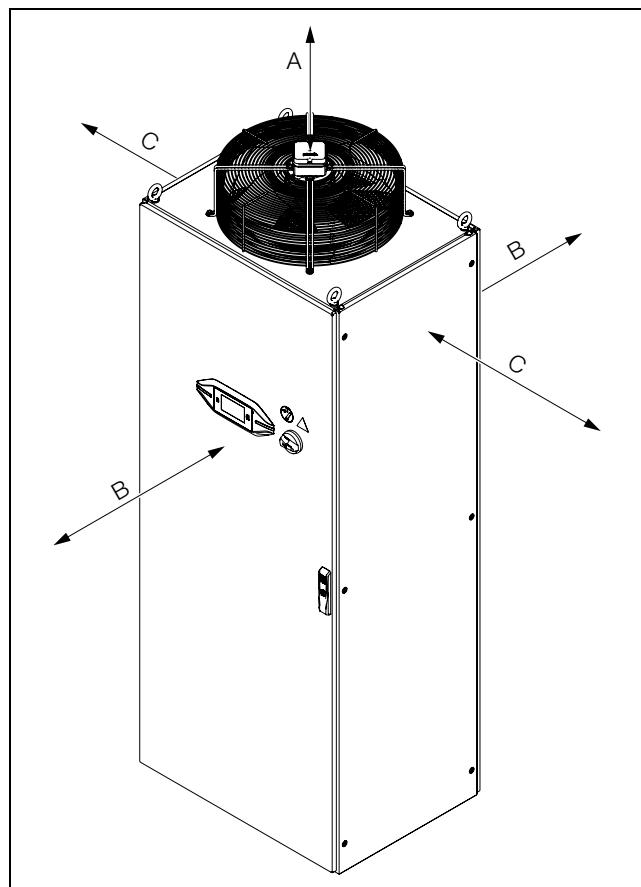

Imagen 7: Distancias mínimas
- La abertura situada en la parte superior de la chiller debe mantenerse libre para no obstaculizar la salida del aire caliente (ver imagen 7). Para facilitar la conexión de las conducciones de alimentación, así como las tareas de mantenimiento y reparación deberían mantenerse las distancias mínimas indicadas en la imagen 7.
- También para evitar un «cortocircuito» (mezcla de aire de entrada y salida) y garantizar la máxima potencia de refrigeración deben mantenerse las distancias mínimas indicadas en la imagen 7.